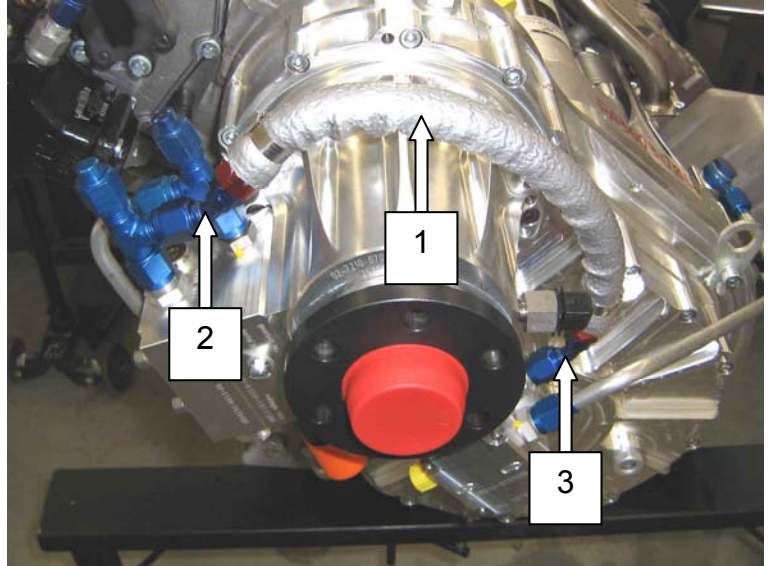
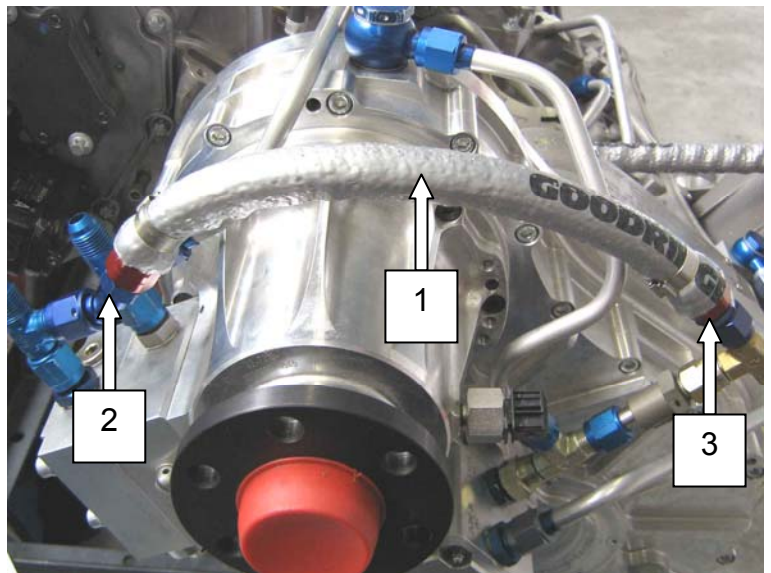

Bild 3 / Fig. 3
Bild 4 / Fig. 4
2. Die neue Schlauchleitung Kombipumpe – Modulblock P/N 02-6120-16023R1 oder P/N 02-6120-16022R1 (nur für DA42 Installation) montieren. Die Anschlüsse mit dem vorgeschriebenen Anzugsmoment anziehen. Siehe Bild 3 und Bild 4.
- **ACHTUNG:** Auf die verschiedenen Winkel der Schlauchanschlüsse achten. Siehe Bild 3 und Bild 4.
2. *Attach the new hose combined pump – module block P/N 02-6120-16023R1 or 02-6120-16022R1 (only for DA42 installation). Tighten the hose connections to the prescribed tightening torque. See Fig. 3 and Fig. 4.*
■ **CAUTION:** *Pay attention to the different angels of the hose connections. See Fig. 3 and Fig. 4.*